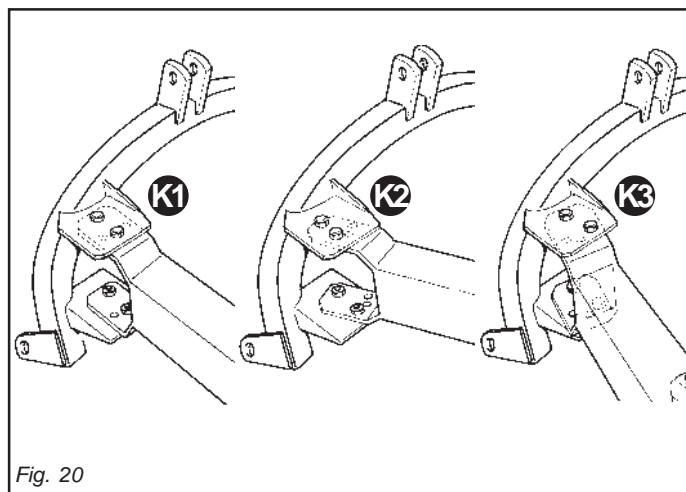

Fig. 20
Pour une utilisation optimale de la barre de coupe, elle doit être en saillie par rapport au gabarit du tracteur (Fig. 19); sur les Figures 20 sont illustrés trois cas:
- application sur tracteur normalement utilisé pour les travaux de fauchage (K1, Fig. 20);
- application sur tracteur grand (K2, Fig. 20);
- application sur tracteur petit ou bien sur certains types de tracteur à chenilles (K3, Fig. 20).